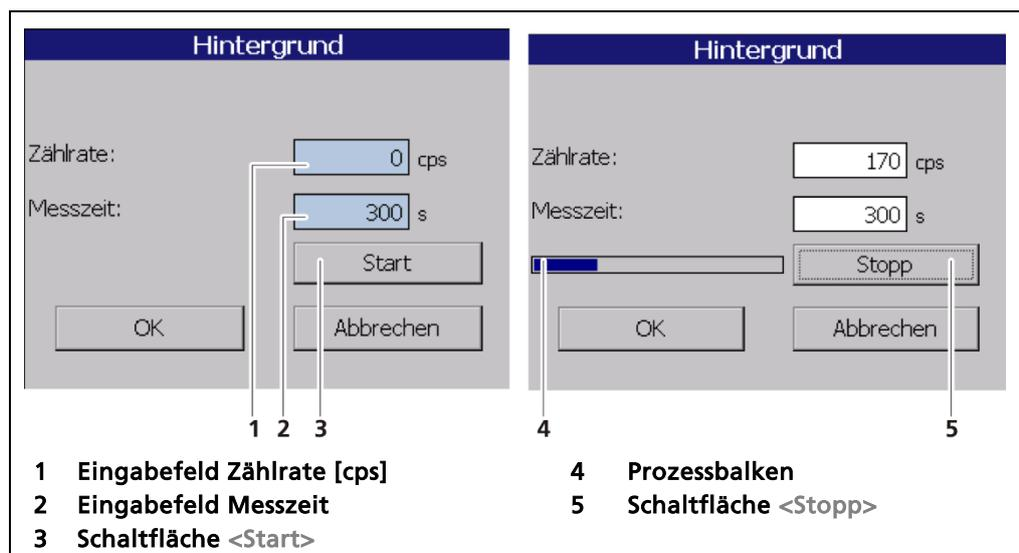

Abb. 84 Kalibrier-Einstellungen: Hintergrund
- ▶ Ein neues Fenster "Hintergrund" (Abb. 84) zur Ermittlung der Hintergrundzählrate öffnet sich.
- 3. Klicken Sie auf das Feld „Messzeit“ (Abb. 84, Pos.2) und geben Sie die Dauer der Messung in Sekunden an. Je höher Sie die Messzeit einstellen, umso genauer fällt das Ergebnis aus.